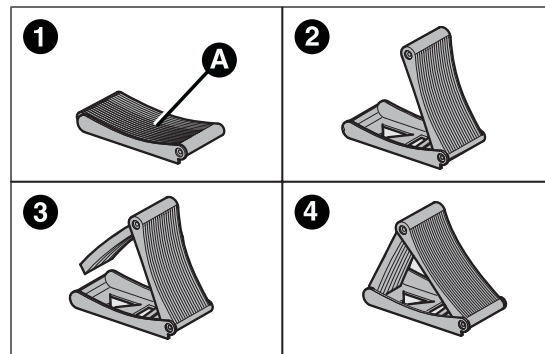

fig. 145
- prelevare il cuneo di bloccaggio A dalla borsa attrezzi ed aprirlo a libro secondo lo schema illustrato in fig. 145;